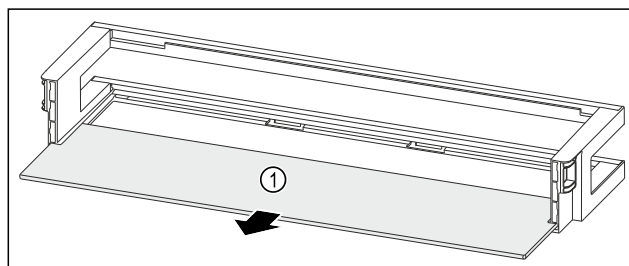

Fig. 238 Oviteline säilytyshyllyn kanssa
- Ota säilytyshylly Fig. 238 (1) pois.